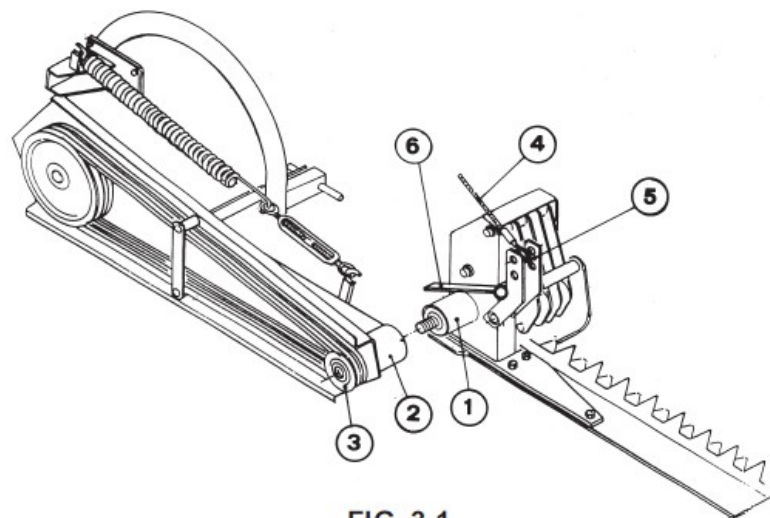

FIG. 3.1
- 1) Se la barra è con **SOLLEVAMENTO MECCANICO**: (Fig. 3.1)
- 1) Blade assembly for sickle bar mowers with **MECHANICAL LIFT**: (Fig. 3.1)
- 1) Si la barra es de **ELEVACIÓN MECÁNICA**: (Fig. 3.1)
- 1) Si la barre est dotée de **LEVAGE MECANIQUE** : (Fig. 3.1)